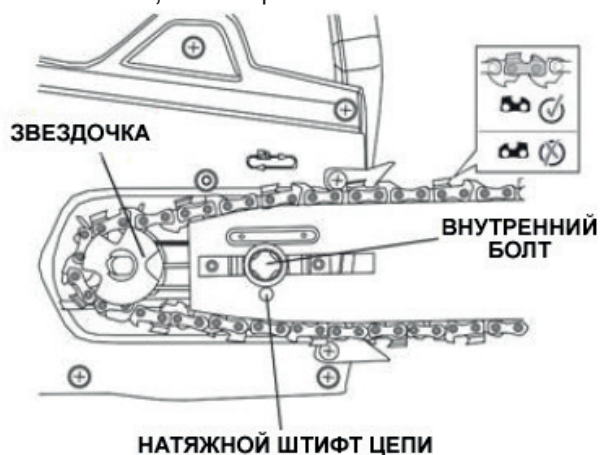

Рис.20
4. Наденьте пильную цепь на звездочку (рис. 20) и вставьте прорезь в цепной шине, внутренний болт в основании пилы и штифт натяжения цепи в отверстие для штифта цепи. Возможно, потребуется отрегулировать штифт натяжения цепи, чтобы он совпал с отверстием в цепной шине. Используйте колесо натяжения цепи, чтобы отрегулировать его положение, пока цепь не коснется шины.